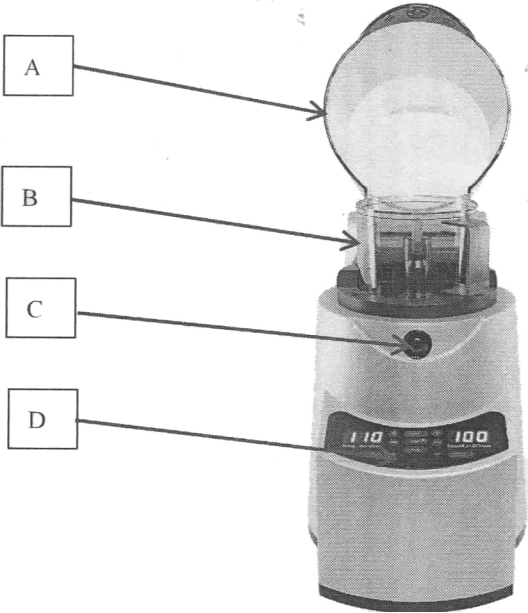

Fig. 6.1.1
6.1 Instrument units (Fig.6.1.1 ~ 6.1.5)